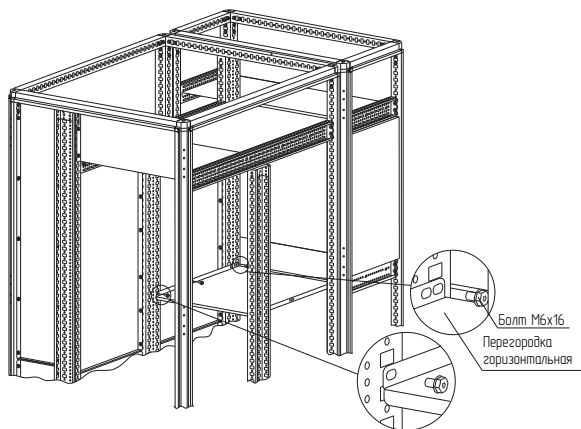

Рисунок 3
– вариант 3. Расположить перегородку горизонтальную для распределительных шин между стойками дополнительными вертикальными на нужной высоте каркаса и закрепить болтами самонарезающими М6×16 (рисунок 3). Момент затяжки – 7 Н·м. Болты приобрести отдельно.